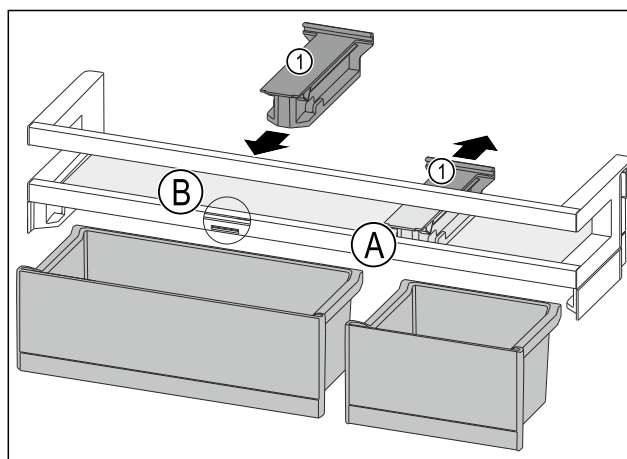

Fig. 93
- ▶ 将定位件 Fig. 93 (1) 向后拉至位置 Fig. 93 (A)。
- ▶ 将定位件 Fig. 93 (1) 插入至位置 Fig. 93 (B)。